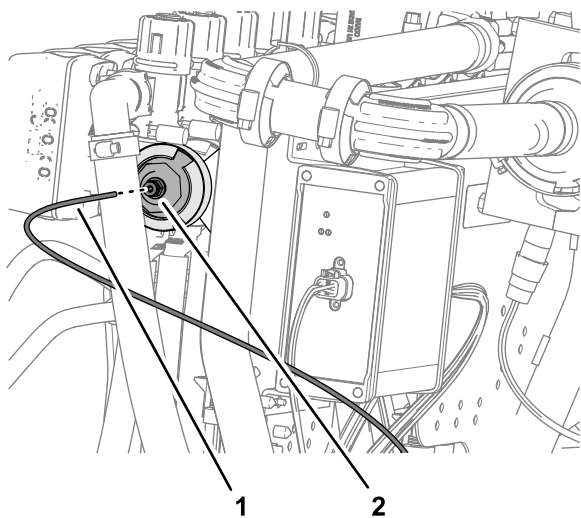

図 135
1. ダッシュボードの水圧計用の水圧検知チューブ樹脂チューブの口を、チューブカップラのロックカラーに合わせる 図 135。
2. 検知チューブをロックカラーに挿入して一番奥まで押し込む 図 135。